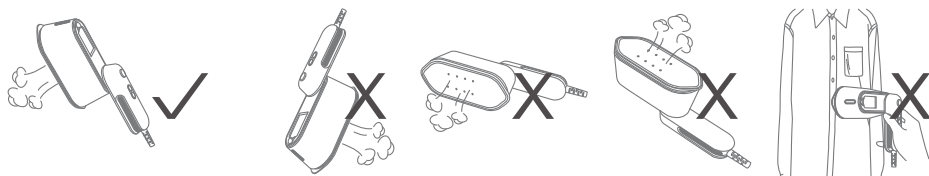

Рис.1
7.5 При использовании режима «пар» или «интенсивный пар» держите прибор так, чтобы носик всегда смотрел вверх, иначе подача пара не будет осуществляться (рис. 1).